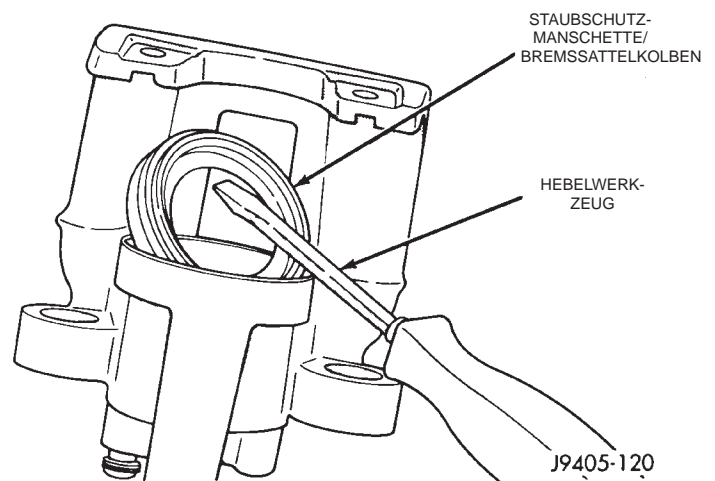

Abb. 78 Staubschutzmanschette/Bremssattelkolben
(5) Staubschutzmanschette des Bremssattelkolbens lösen (Abb. 78).